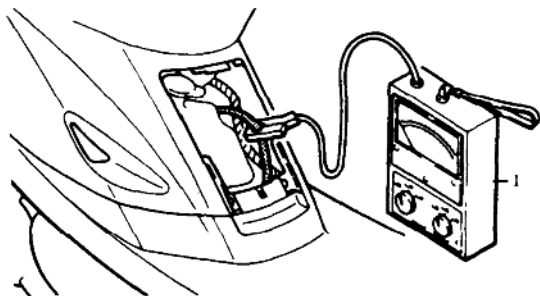

图 1-14 测怠速
(3)使用感应式转速计测量怠速。如图 1-14 所示,将转速计传感器夹子夹在连接火花塞帽的高压线上测量实际怠速。